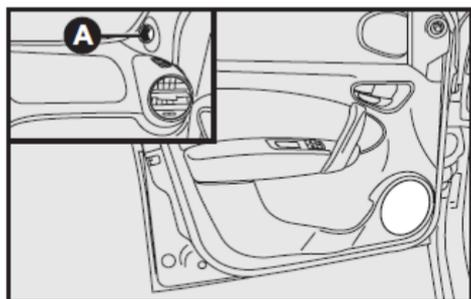
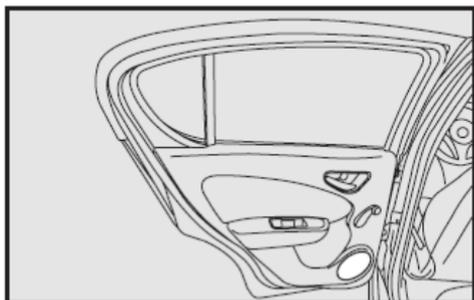

fig. 98
fig. 99
- Altoparlantes en las puertas delanteras fig. 98 y traseras fig. 99.
- Tweeters (15W) en las columnas de las puertas delanteras, detalle A-fig. 98.